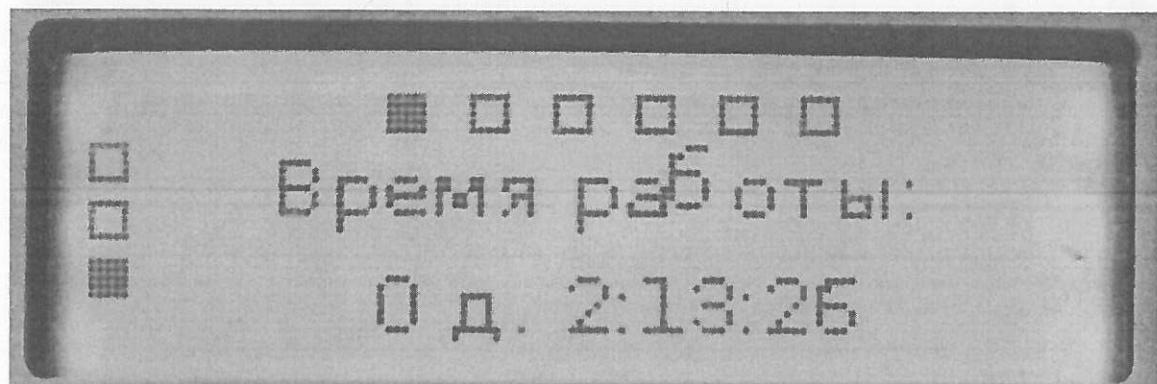

Рисунок 4.7
- Время, прошедшее с последнего запуска/перезапуска изделия, по системным часам изделия (рисунок 4.7).